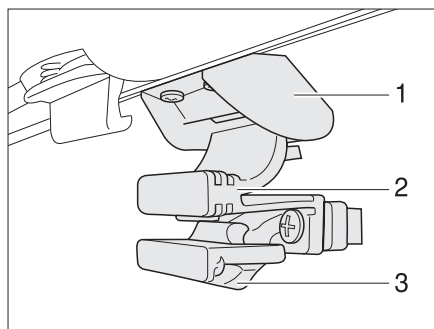

Bild 49 Fenster in der Eingangstür
*Fenster öffnen:* ■ Sicherung (Bild 49,3) nach hinten drücken.
■ Griff (Bild 49,2) zusammendrücken und Fenster nach unten schieben.
*Fenster schließen:* ■ Fenster nach oben schieben, bis der Griff (Bild 49,2) in der Verriegelung (Bild 49,1) einrastet.